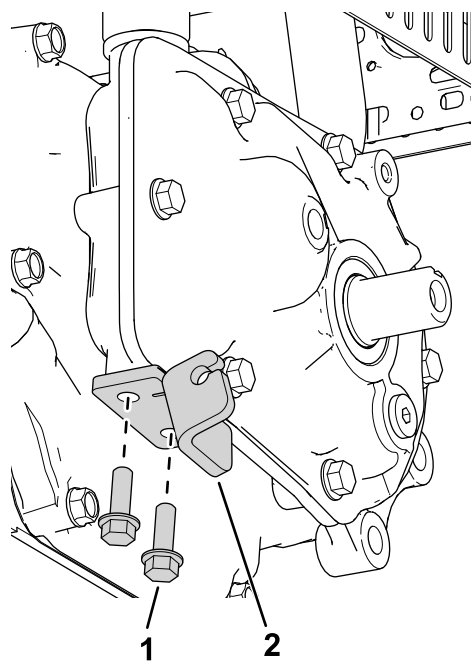

Figura 1
1. Instale a placa da embraiagem com dois parafusos ($\frac{1}{4}$ pol. x $\frac{3}{4}$ pol.) como se mostra na Figura 1.